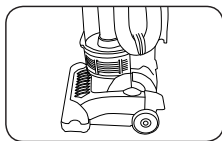

Fig. 2
2. Position verticale – pour le rangement ou lorsque des outils de nettoyage sont utilisés (Fig. 2). La poignée se verrouille dans cette position.